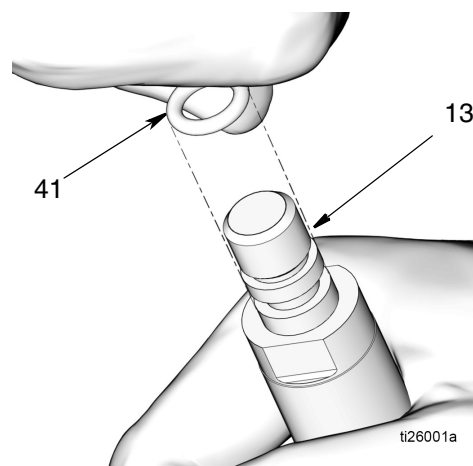

FIG. 23
- c. Rimuovere l'O-ring (41) dall'asta del pistone (13) (FIG. 23).